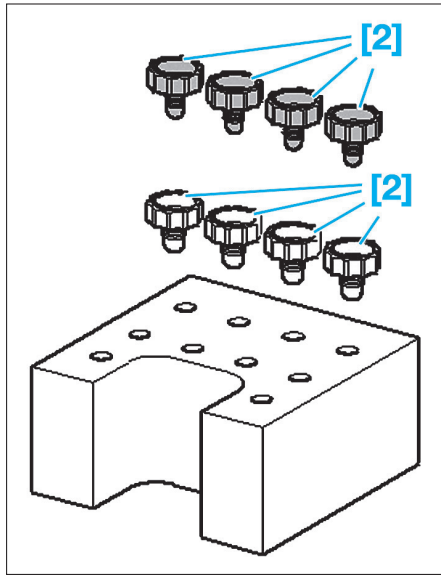

FIG. 23
- [2]. Kit d'obtuteur réf. PR 1H0 698 311 A (Fig.23).